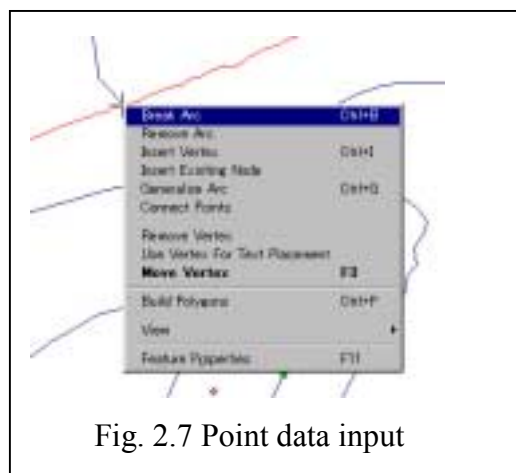

Fig. 2.7 Point data input
- (2) Pour numériser un polygone, répéter les opérations d'entrée de données de l'arc ci-dessus en tenant compte de la topologie.
- (3) Pour insérer un point (un localisateur de point ou de polygone) Déplacer la souris jusqu'au point à insérer, clique droit et clique gauche sur le menu désiré. Ou entrer dans donner et insérer avec un clique gauche.(Fig 2.7 entrée d'une donnée de pointe)